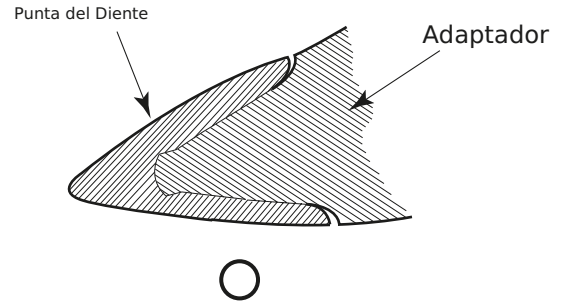
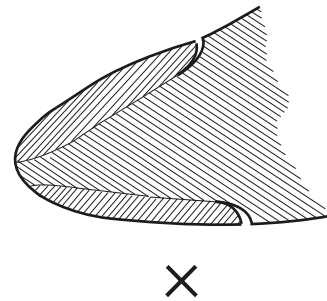

Figura 98
Figura 99
1. De forma rutinaria, inspeccione los dientes de la cubeta para asegurarse de que el desgaste o la rotura del diente no se haya desarrollado. No permita que los dientes de cubeta reemplazables se desgasten hasta un punto que exponga el adaptador de la cubeta. Ver Figura 98, Figura 99.